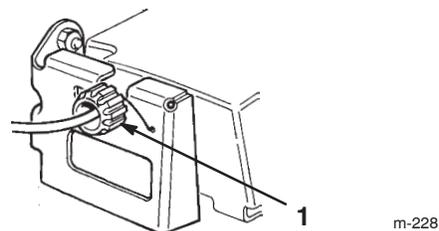

Bild 30
Stellen Sie, wenn Ihr Rasenmäher keinen Selbstantrieb hat oder dazu neigt, sich von selbst fortzubewegen, wenn sich der Schaltbügel in einem Abstand von **mehr** als 3,8 cm vom Griff entfernt befindet, das Radantriebs-Handrad hinten am Getriebe ein (Bild 30).
2. Drehen Sie das Handrad $\frac{1}{2}$ Umdrehungen im Uhrzeigersinn, wenn der Rasenmäher seinen Selbstantrieb verloren hat. Drehen Sie, wenn der Rasenmäher vorwärts kriecht, das Handrad $\frac{1}{2}$ Umdrehungen entgegen dem Uhrzeigersinn (Bild 30).